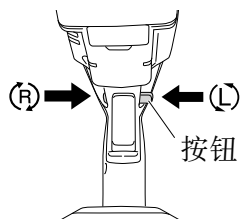

图 11
6. 检查钻头的旋转方向 (请参照图 11)
按按钮的 R (右) 侧，钻头会顺时针转 (从后方看)。(请参照图 11)。